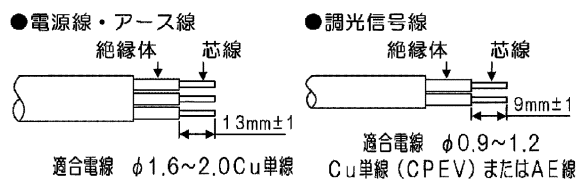

図 2
- ④ 照明器具に接続される電源線 (AC OUT)、調光信号線 (PWM OUT) の被覆を図 2 のようにストリップしてください。